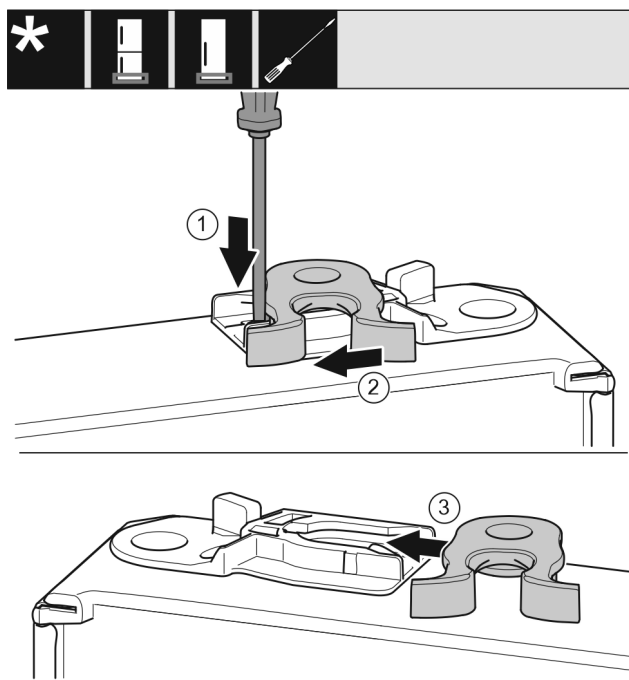

Fig. 16
- Pousser vers le bas la languette avec un tournevis plat. Fig. 16 (1)
- Tirer le crochet de fermeture en dehors du guide. Fig. 16 (2)
- Pousser le crochet de fermeture dans le guide de l'autre côté. Fig. 16 (3)